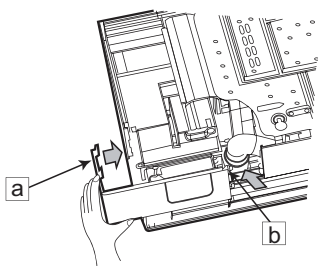

图28
(1) 风室盖板拆去顺序
用手将面框右下角风室下盖板 ①、② 处的钩子沿箭头方向拉，将风室下盖板取出。（如图28）